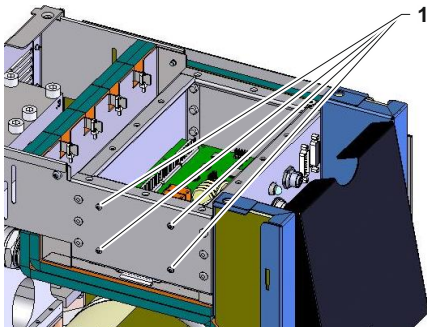

Fig. 2: Alimentation du Vario-5
- Enlever les 4 vis (marquage 1 → Fig. 2).
- Fixer l'alimentation de rechange (TC 3) dans la partie électrique en serrant les 4 vis (marquage 1 → Fig. 2).